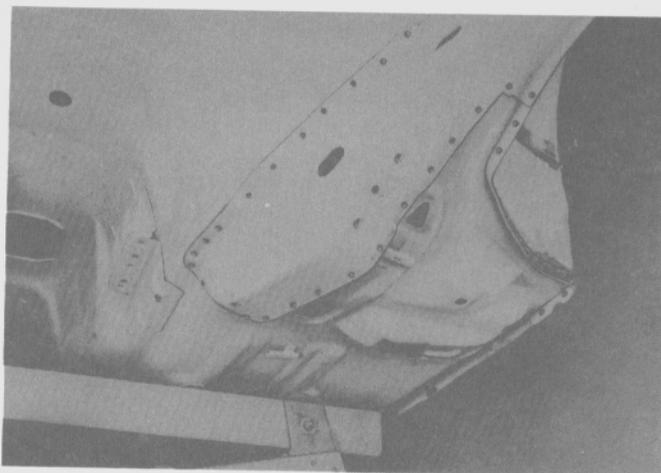

Fig. 143
- Agujerear los puntos de soldadura del larguero en su unión con el piso de la carrocería. (Fig. 143)